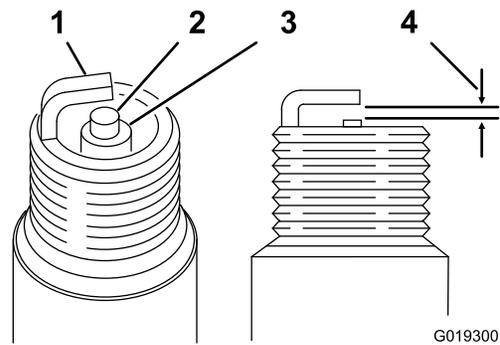

Figure 27
1. Examinez le centre de la bougie (Figure 27). Si le bec isolant est recouvert d'un léger dépôt gris ou brun, le moteur fonctionne correctement.
2. Avec une jauge d'épaisseur, mesurez l'écartement entre l'électrode latérale et l'électrode centrale (Figure 27).